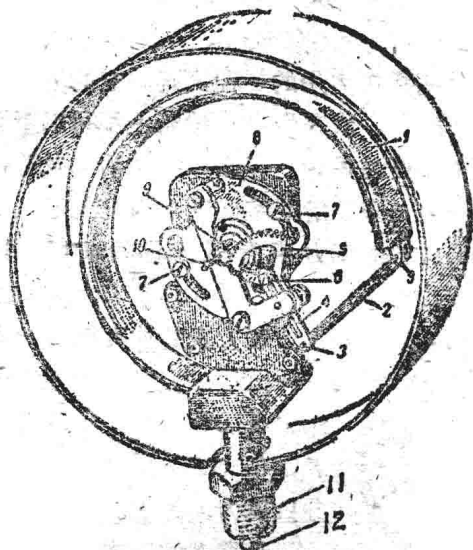
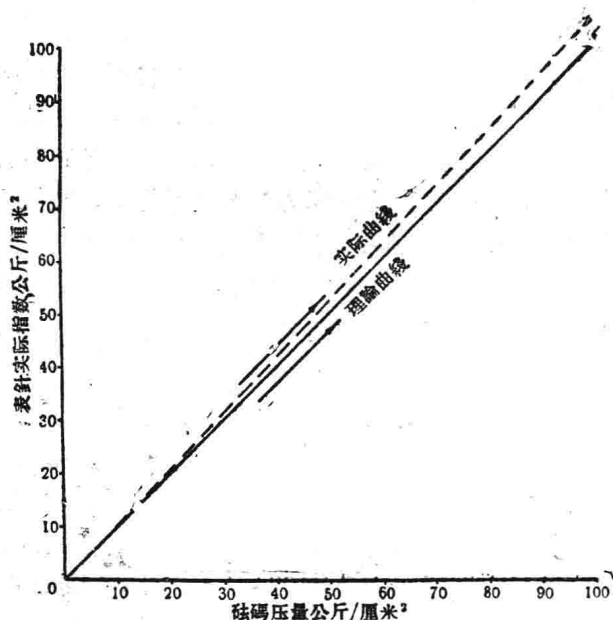

图2 压力表内部构造
图 7
指示压力表的构造如图2所示，它是由以下各部件組成：
1.在校对压力表的过程中，指針起点是对的，但越加砵碼，表針所指的刻度数字就越大于所加砵碼量。例如：某表最大压量是200公斤/厘米²，在起点10公斤/厘米²刻度上，將針接好，將压力加到20公斤/厘米²时，指針指到20.5公斤/厘米²，將压力加到30公斤/厘米²时，指針指到31公斤/厘米²，將压力加到40公斤/厘米²时，指針指到41.5公斤/厘米²依此类推，假如加压一直上升（如图7），証明針指数大于所加砵碼实际产生的压力。調整方法是把調节銷釘3（图2）向齿輪軸的方向移动一些，进行校对，直到指針指数和砵碼压力相符为止。